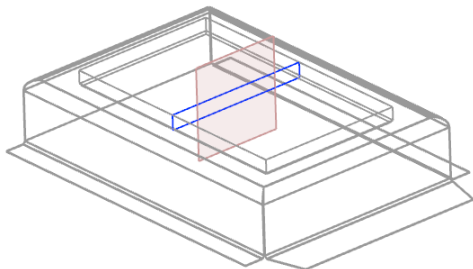

图 4-73 创建圆角
(3) 在“边倒圆”对话框中单击  按钮, 创建完毕圆角特征如图 4-73 所示。